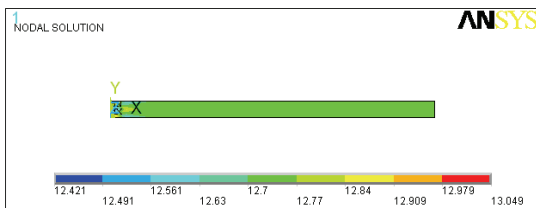

图 6-28 X 方向应力等值线图
6) 选择 Main Menu | General Postproc | Plot Results | Contour Plot | Nodal Solu 命令, 出现 Contour Nodal Solution Data 对话框, 在 Item to be contoured 列表框中选择 Nodal Solution | Stress | X-Component of stress, 单击 OK 按钮, ANSYS 窗口将显示如图 6-28 所示的 X 方